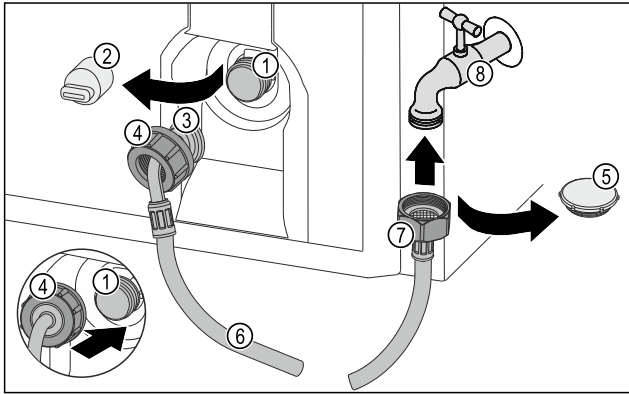

Fig. 23
- Retirer le capuchon de fermeture Fig. 23 (5).
- Placer l'extrémité de flexible droite Fig. 23 (7) sur le robinet d'eau Fig. 23 (8).
- Serrer l'écrou sur l'extrémité de flexible droite Fig. 23 (7) dans le sens des aiguilles d'une montre.